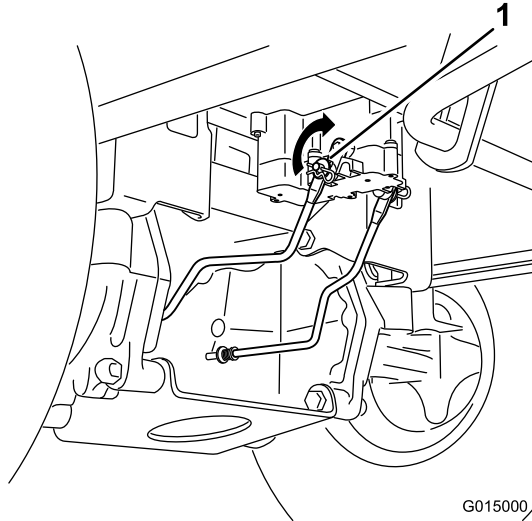

Figura 39
1. Localice el eje del freno eléctrico al que están conectados los brazos de enganche de los frenos (Figura 39).